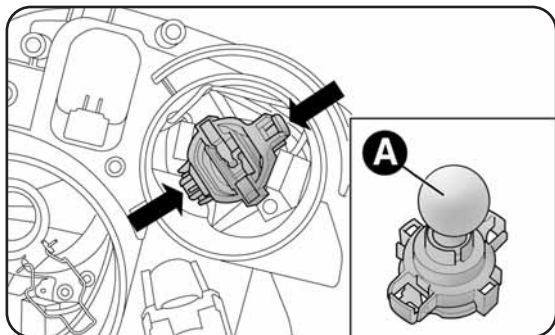

fig. 18
- premere in prossimità delle alette di bloccaggio del portalampana (illustrate in fig. 18 dalle frecce) e contemporaneamente tirare il gruppo;